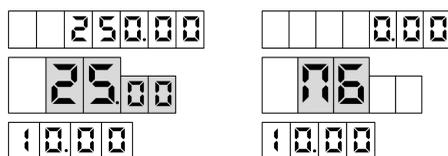

Рисунок 6
7.2 Для выдачи топлива необходимо задать дозу с системы управления. Когда устройство будет готово к отпуску топлива, в средней строке табло мигающими символами отобразится величина *заданной* дозы, а в случае отпуска "до полного бака" – символы "ПБ" (рисунок 6). Это дает клиенту удобный способ определить, когда можно начать заправку, а также убедиться, что задано именно то количество топлива, которое он заказывал. Для запуска налива необходимо снять раздаточный кран или подать команду "Пуск" с системы управления, после чего значения стоимости и объема на табло обнуляются. С этих пор на табло отображается *отпущенная* на текущий момент доза.